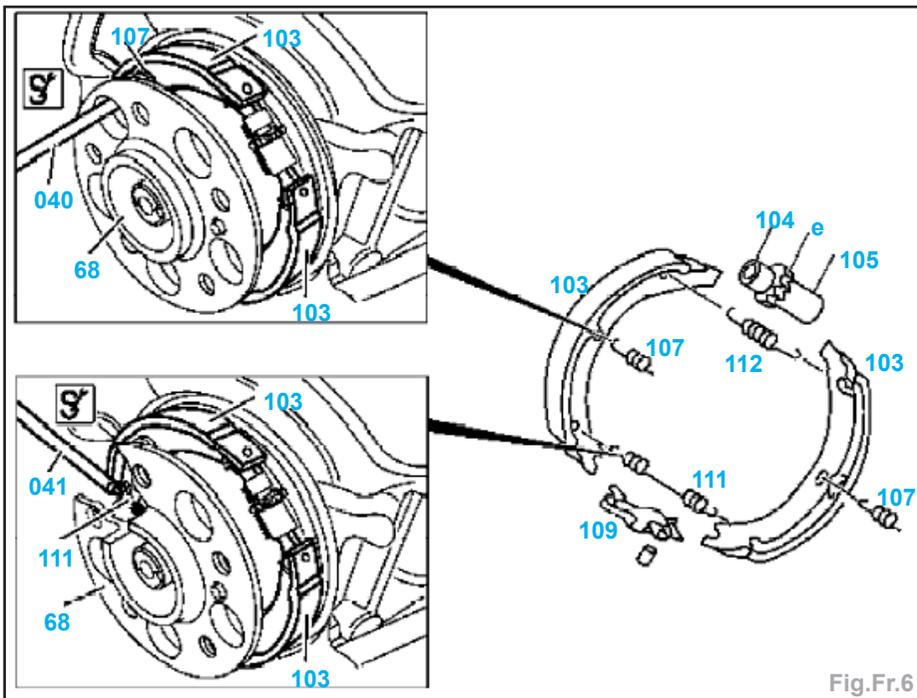

Fig.Fr.6
- Décrocher (Fig.Fr.6) :
- le ressort de rappel arrière (111) avec l'outil de dépose et de pose (041),
- les agrafes de fixation (107) avec l'outil de pose (040).
- Déposer les segments de frein (103) au-dessus de la bride de demi-arbre de roue AR (68).
- Décrocher le ressort de rappel (112).
- Déposer le levier d'écartement (109) des mâchoires de frein.